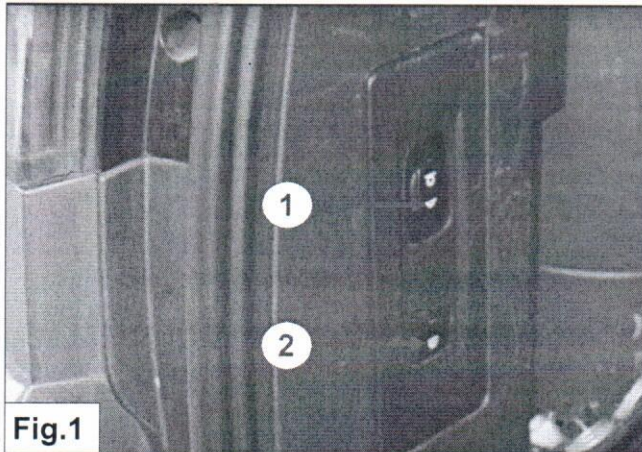

Fig.1
1. Laat de luchtvering van het voertuig helemaal zakken (1) en schakel daarna het systeem uit (2). Zie Fig. 1.
1. Lower the air suspension of the vehicle completely (1), and then turn off the system (2). See Fig. 1.
1. Senken Sie die Luftfederung des Fahrzeugs vollständig ab (1) und schalten Sie das System (2) aus. Siehe Fig. 1
1. Abaissez complètement la suspension pneumatique du véhicule (1), puis éteignez le système (2). Voir Fig. 1.
1. Sänk helt luftfjädringen av fordonet (1) och stäng sedan av systemet (2). Se Fig. 1.
1. Baje completamente la suspensión neumática del vehículo (1) y, a continuación, apague el sistema (2). Ver Fig. 1.